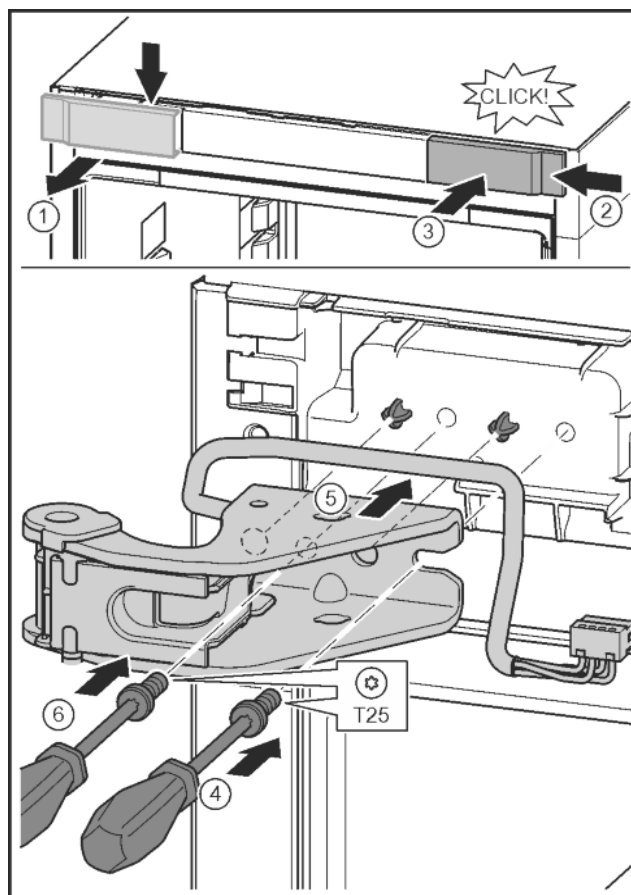

Fig. 27
- ▶ Отпустить крышку и снять сбонку. Fig. 27 (1)
- ▶ Навесить крышку, повернув ее на 180°, справа с другой стороны. Fig. 27 (2)
- ▶ Крышку зафиксировать. Fig. 27 (3)
- ▶ Установить винт отверткой T25. Fig. 27 (4)
- ▶ Установить верхний опорный кронштейн. Fig. 27 (5)
- ▶ Затянуть винт. Fig. 27 (4)
- ▶ Вставить и затянуть винт отверткой T25. Fig. 27 (6)